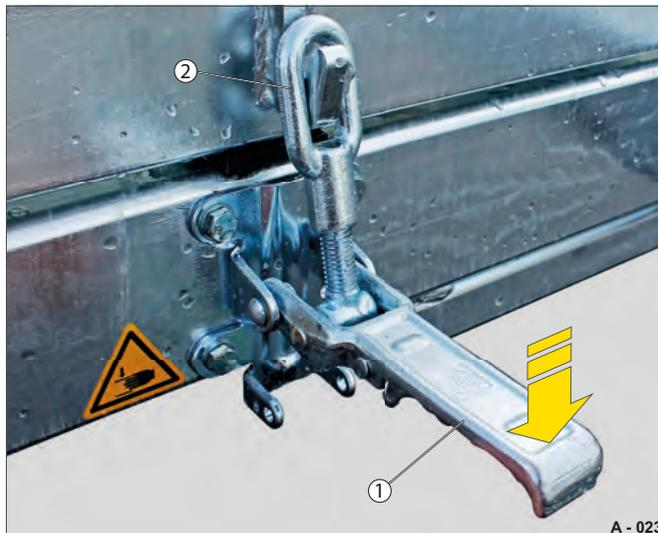

Fig. 14 Mise en place de l'anneau
- Abaissez le levier de fermeture (Fig. 14 /1) avec le plat de la main jusqu'à ce que le dispositif de blocage s'enclenche.